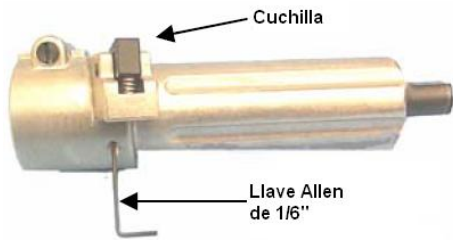

Fig. 5
**Paso 5.** (Fig. 5) Antes de remover el aislamiento, ajuste el filo de la cuchilla a 1/64" (0.39mm) – 1/32" (0.79mm) de la superficie del aislamiento. Para ajustar la profundidad de incisión de la cuchilla simplemente inserte la llave Allen, suministrada con la herramienta, en la cavidad localizada debajo de la cuchilla.